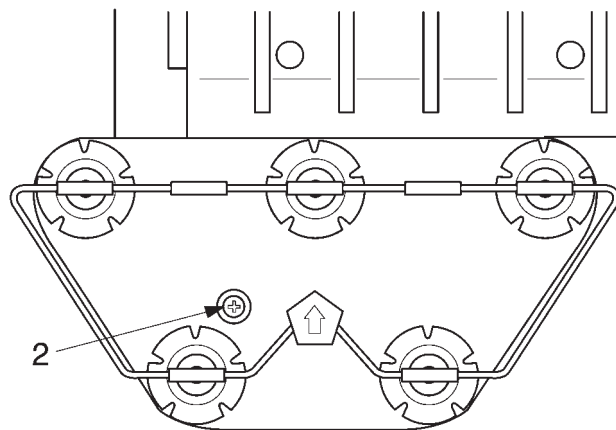

Рис. 3
- Выверните крепежный винт 2 (рис. 3).